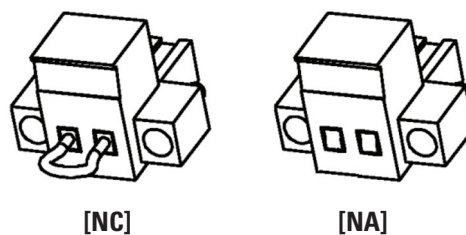

Fig. 6. Conector EPO.
- Por defecto el equipo se expide de fábrica con el tipo de circuito de EPO cerrado **[NC]**. Esto quiere decir que el SAI realizará el corte de suministro eléctrico de salida, paro de emergencia, al abrir el circuito **[NA]**, ver Fig. 6.